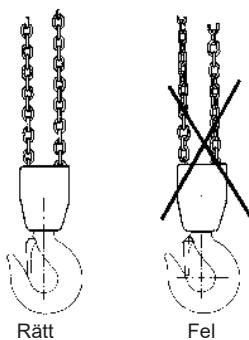

Fig 3 Kättingen får ej vara vriden
- Lastkättingen får inte ha kinkar och ej heller vara vriden. För 2-eller flerpartigt lyftblock finns risken att kättingen blir vriden genom att under-blocket råkar bli vänt igenom kättingslingan – oftast vid ommontering eller flyttning av lyftblocket mellan olika arbetsställen. Se fig 3.